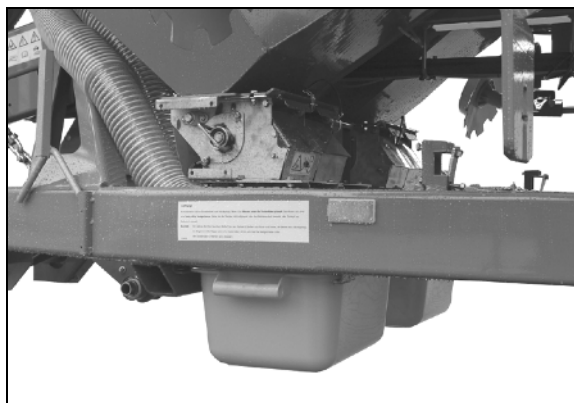

Bild 70
3. Skjut in vridprovstrågen i hållaren (Bild 70) under varje doseringsenhet.